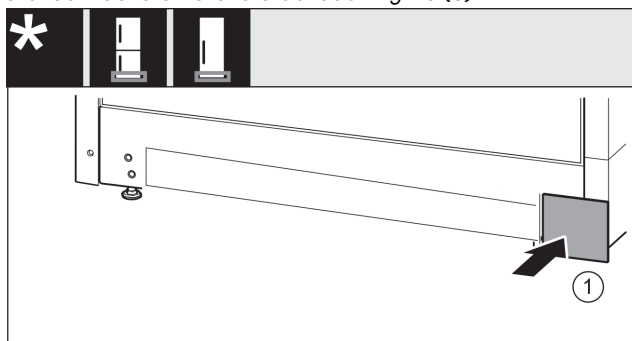

Fig. 14
- ▶ Kryt opět nasadte na druhé straně. Fig. 14 (1)